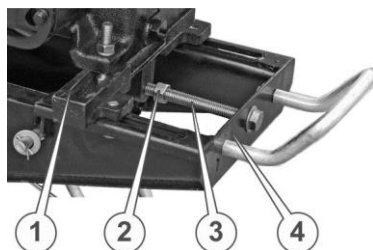

Рисунок 32. Елементи бампера
19. Надягти шайбу на довгий натяжний болт М12 (3) (див. рис. 32.) та вставити його в отвір в рамі (4), наживити контргайку (2), закрутити натяжний болт в отвір для гвинта в передній балці (1).